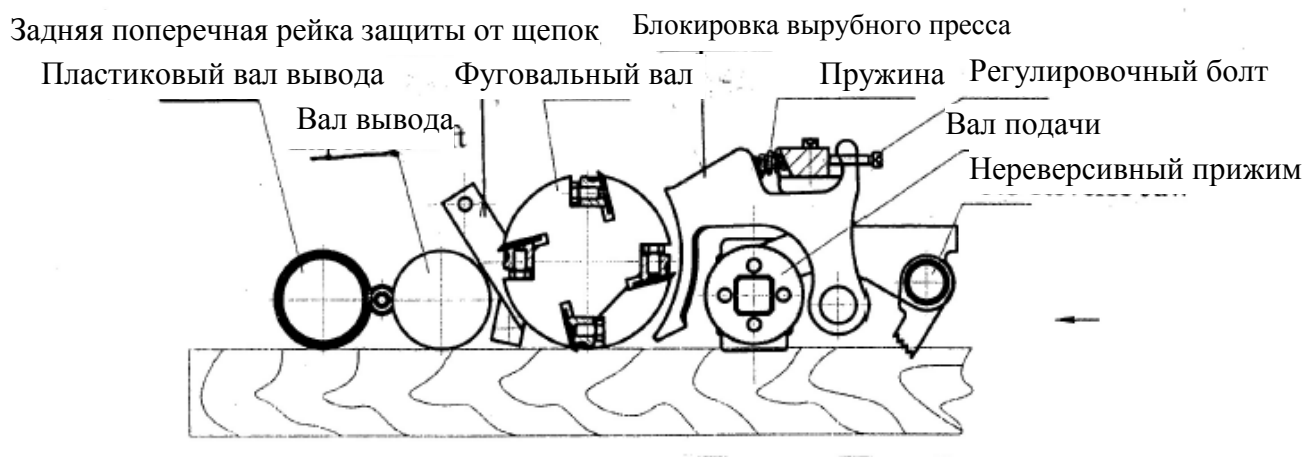

Рисунок 17 Регулировка передней и задней защиты от щепок, а также вырубного пресса
2. Задняя поперечная рейка защиты от щепок (см. рисунок 17)